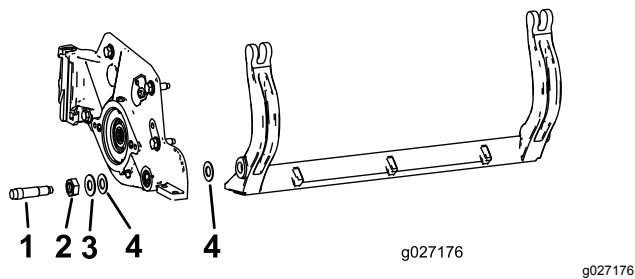

図 31
**注** ベッドバーの両端にそれぞれナイロンワッシャ2枚とスチールワッシャが1枚ずつあるので注意する 図 31。
**注** サイドプレートのボスの両側にナイロンワッシャを入れる。その外側からスチール製ワッシャを取り付ける 図 31。